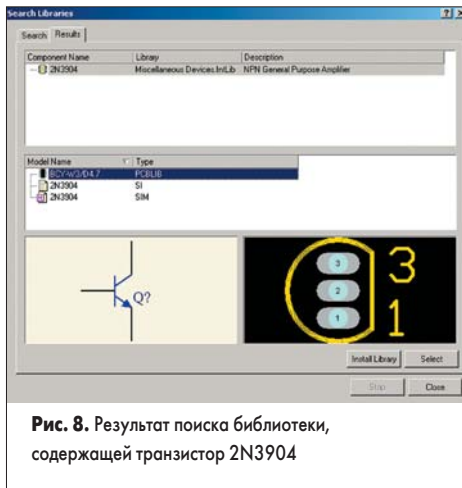

Рис. 8. Результат поиска библиотеки, содержащей транзистор 2N3904
6. С помощью мыши выберем найденную библиотеку Miscellaneous Device.IntLib, которая содержит транзистор 2N3904. Библиотечное описание транзистора состоит из символа для редактора принципиальных схем, топологического посадочного места для редактора плат, Spice-модель для моделирования и модель для анализа целостности сигналов (рис. 8).